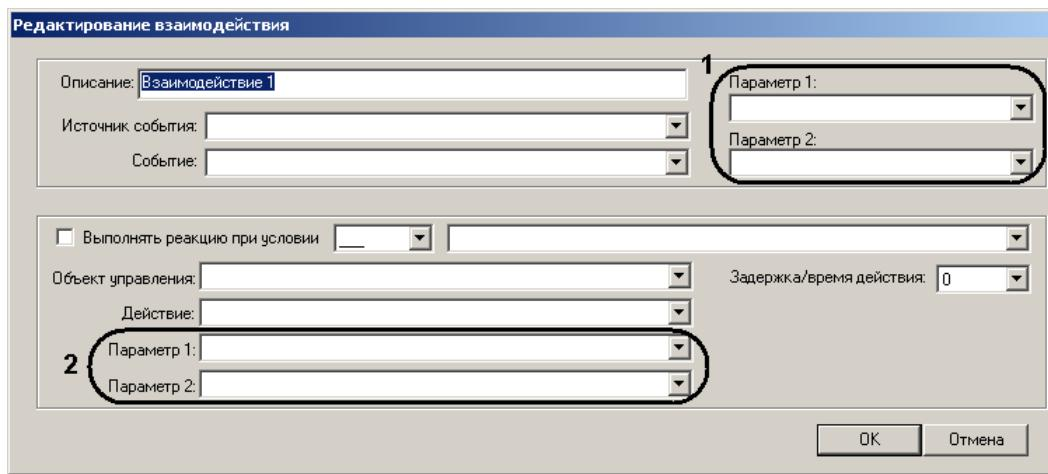

Рис. 3.3-28 Настройка дополнительных параметров
4. Настроить дополнительные опции (Таб. 3.3-11, Таб. 3.3-12, Рис. 3.3-28, **1-2**).